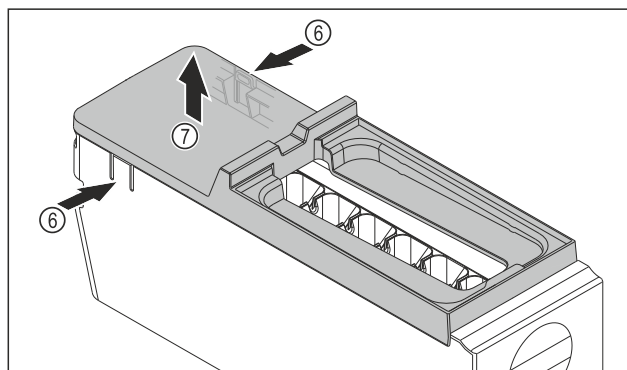

Fig. 142
► Izvadite poklopac tijela sustava EasyTwist-Ice: Pritisnite jezičke Fig. 142 (6) na obje strane tijela sustava EasyTwist-Ice jednom rukom.
► Poklopac Fig. 142 (7) drugom rukom izvucite prema gore.